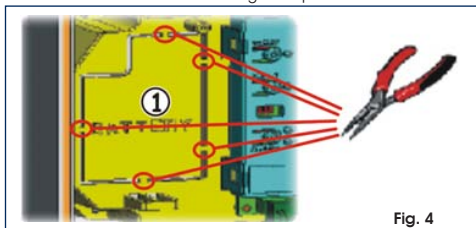

Fig. 4
El kit batería tampón ha sido pensado para ser introducido en el interior del soporte tarjeta electrónica. Dicho soporte (ref. ① en Fig. 4) se ha preestampado para permitir la apertura del alojamiento de la batería.